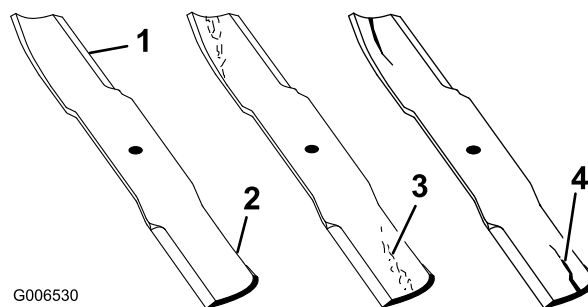

Figure 90
2. Inspectez les lames, surtout la partie relevée (Figure 90). Remplacez immédiatement toute lame endommagée, usée ou qui présente une entaille (Figure 90).
1. Examinez le tranchant des lames (Figure 90). Si les lames coupent mal ou présentent des indentations, déposez-les et aiguisiez-les; voir Aiguisage des lames.